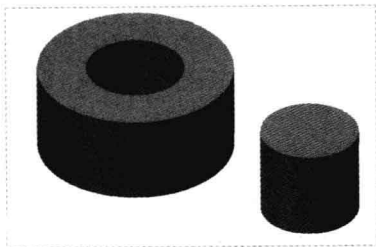

图 11-14 距离约束元件
Step 09 单击“元件放置”选项卡中的“应用并保存在特征工具中所做的所有更改，然后关闭工具对话框”按钮, 即可距离约束元件，如图 11-14 所示。